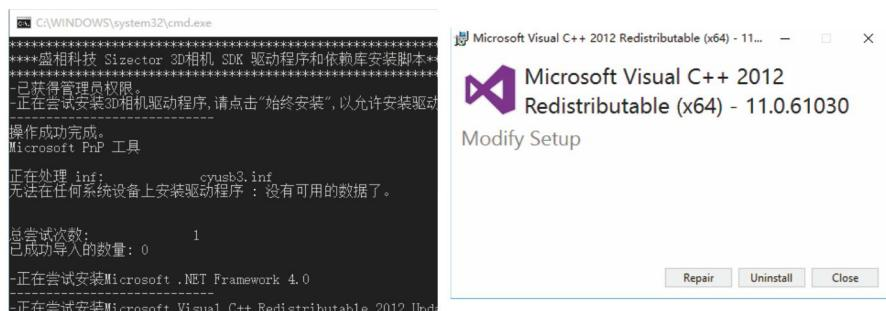

图9 DOS界面提示安装2
- ③ 接下来会进入下一步安装C++语言环境：如果已安装需要调用的C++库，则会弹出如下图9提示，这时选择“Close”按钮关闭弹窗即可，如电脑上未安装此类库，则您可选择“Install”按钮进行安装。